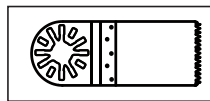

Fig. 1b
b) Pentru accesorii " end închis " (Fig. 1b) , șurubul trebuie să fie complet eliminat din instrumentul .